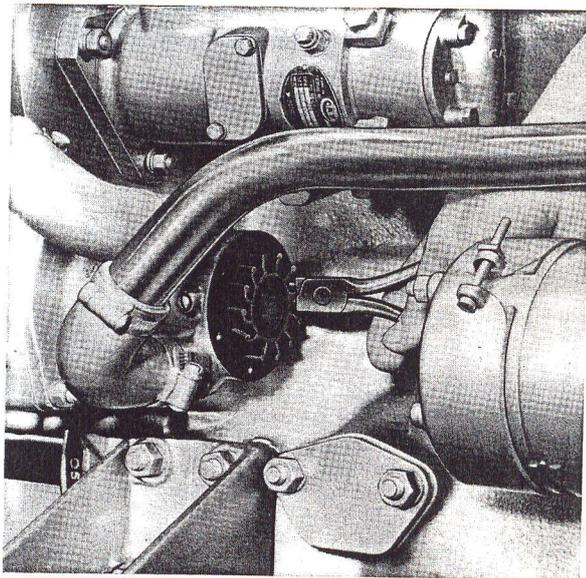

Fig. R11 — Dépose du rotor de la pompe à eau de mer.
2. Au moyen d'une paire de pinces sortir le rotor (fig. R11). Si son extraction est difficile, maintenir le rotor tout en faisant légèrement tourner l'arbre dans un sens et dans l'autre.